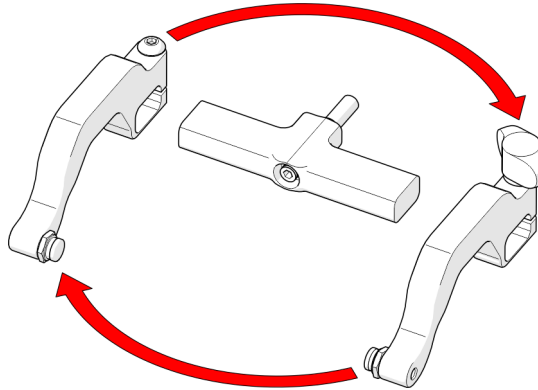

Abbildung 2-113 Vertauschen der Positionen am Bügel
4. Bringen Sie die entfernten Arme an den gegenüberliegenden Seiten des Bügels an (siehe Abbildung 2-113 auf Seite 121).